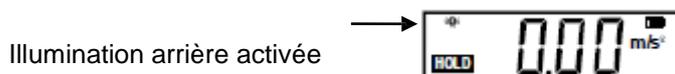

Fig. 6 (Illumination arrière)
6. Allumez l'illumination arrière de l'écran quand vous êtes dans un endroit sombre. Pour cela, éteignez d'abord le vibromètre et appuyez simultanément la touche A/V/D et la touche d'allumage. Le vibromètre s'allumera alors avec l'illumination arrière de l'écran activée (Fig. 6).